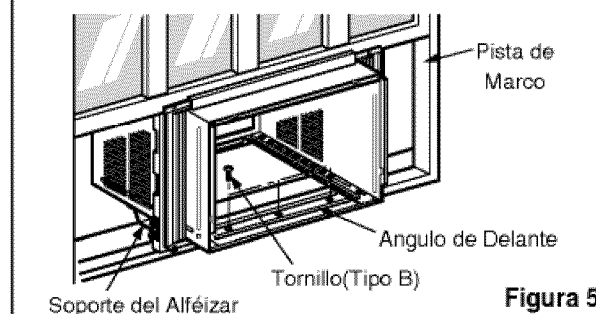

Figura 5
6. El gabinete debe ser instalado con una **pequeña caída(cerca de 1/2")** hacia abajo hacia afuera (Ver Figura 5).